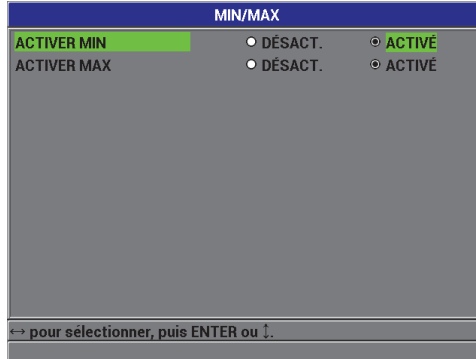

Figure 5-4 Fenêtre Min/Max
2. Dans l'écran **MIN/MAX** (voir la Figure 5-4 à la page 107) :